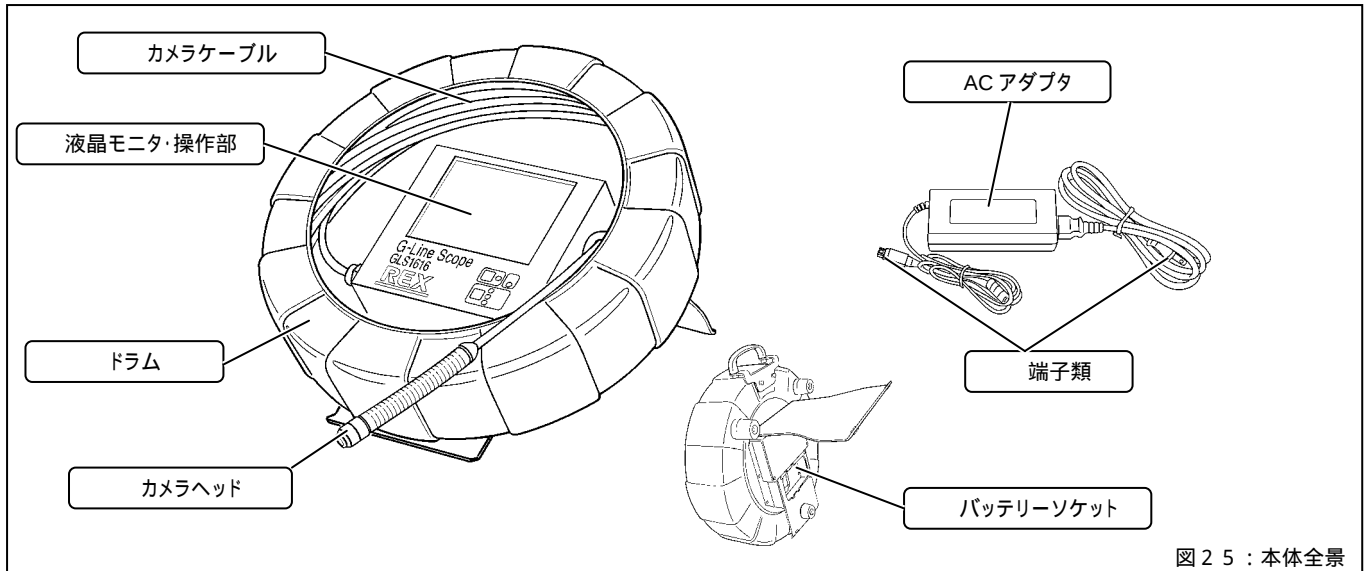

図 2 5 : 本体全景
- ・ 外部映像を本機の液晶モニタに表示する（図 2 4 ）